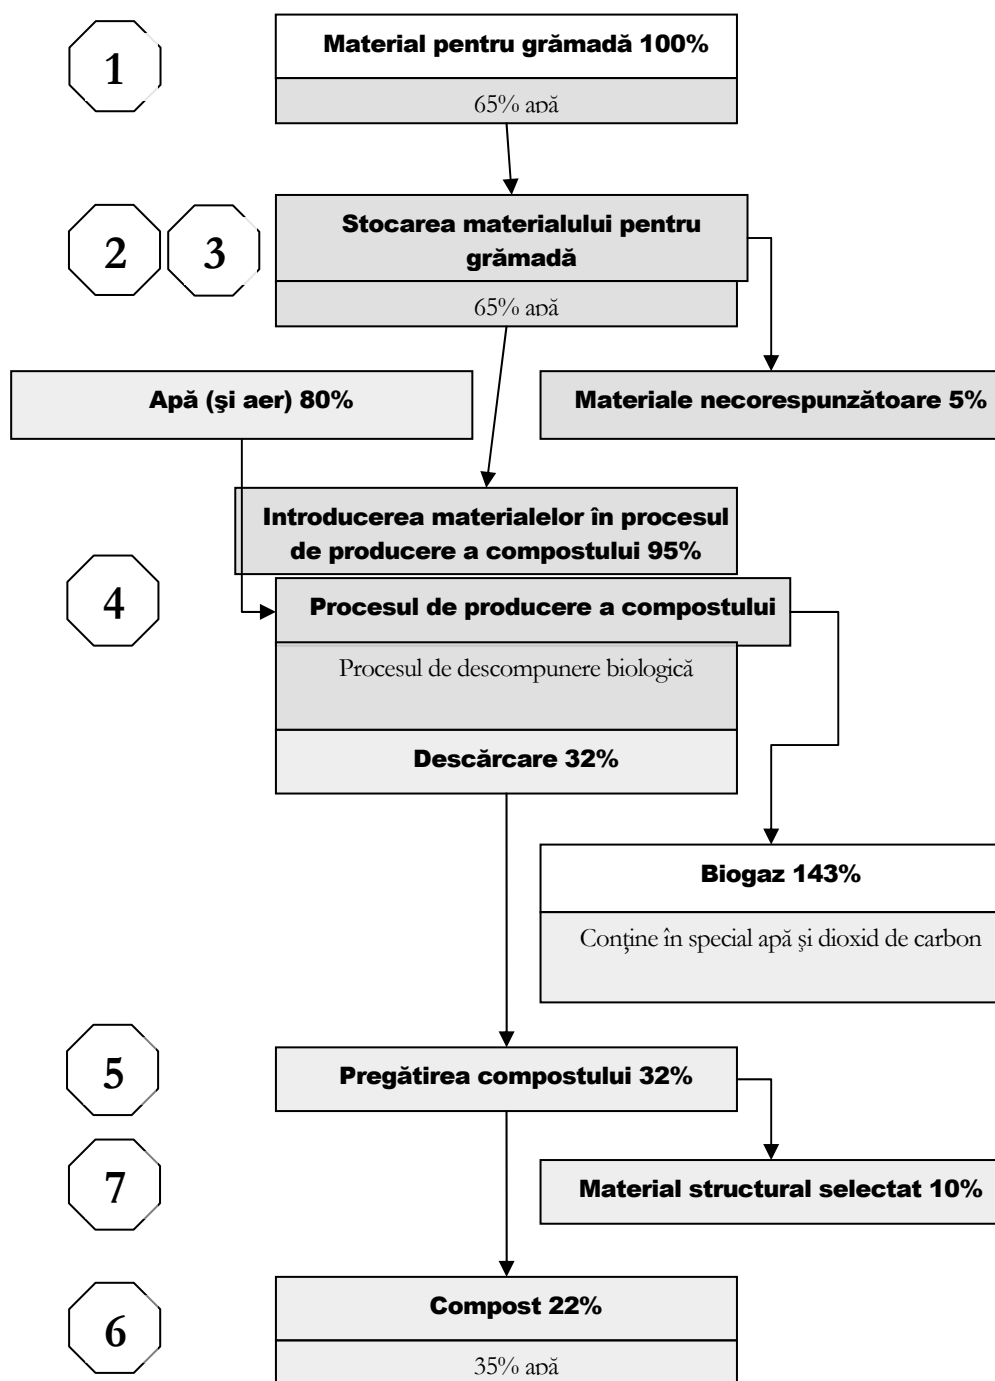

Figura III-4 Exemplu de balanță masică, cu parametri modificați în funcție de procente masice [2]
- Concepeți un flux simplu al materialelor precum cel din exemplu, (*Figura III-4* Exemplu de balanță masică, cu parametri modificați în funcție de procente masice) cu pași importanți de